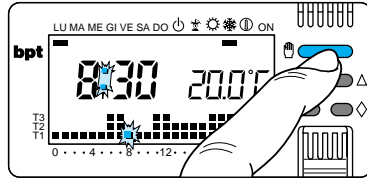

Fig. 46
9.10 - Premere il pulsante  per riportare l'apparecchio in funzionamento AUTOMATICO (fig.46).